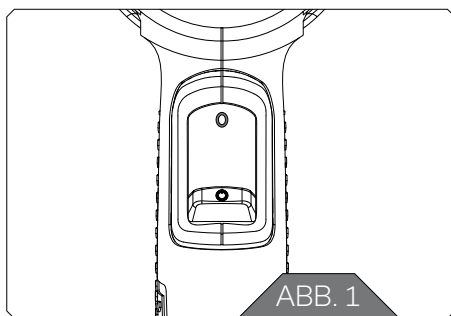

ABB. 1
Bevor Sie den Stecker an die Netzspannung anschließen, müssen Sie prüfen, dass der Schalter auf Position „0“ steht. (ABB. 1)
Stellen Sie den Schalter auf 0. (ABB. 1)
3. Verhindern Sie unbeabsichtigtes Starten. Vergewissern Sie sich, dass der Schalter ausgeschaltet ist (Abb. 1), bevor Sie die Heißluftpistole an die Stromquelle anschließen, in die Hand nehmen oder tragen. Das Tragen einer Heißluftpistole mit dem Finger auf dem Schalter oder das Einschalten einer Heißluftpistole, bei der der Schalter eingeschaltet ist, lädt zu Unfällen ein.